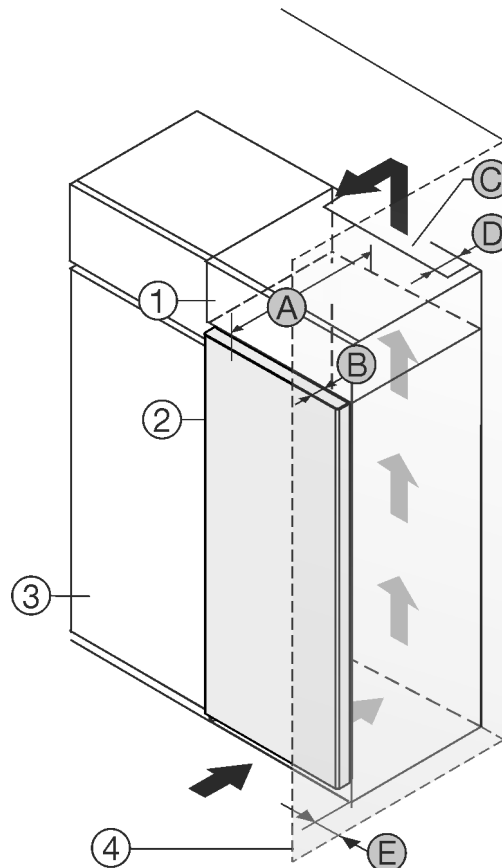

Fig. 1
- (1) Aufsatzschrank\*
- (2) Gerät\*
- (3) Küchenschrank\*
- (4) Wand\*
- (A) Gerätetiefe\*
- (B) Türtiefe\*
- (C) Belüftungsquerschnitt\*
- (D) Abstand Geräterückseite\*
- (E) Abstand zur Geräteseite\*
Sie können das Gerät direkt neben dem Küchenschrank Fig. 1 (3) aufstellen.\*
An der Rückseite des Aufsatzschrankes muss ein Abluftschacht mit der Tiefe Fig. 1 (D) über die gesamte Aufsatzschrankbreite vorhanden sein.\*
Unter der Raumdecke muss der Entlüftungsquerschnitt Fig. 1 (C) eingehalten werden.\*
Wenn Sie das Gerät mit den Scharnieren neben einer Wand Fig. 1 (4) aufstellen, dann muss der Abstand zwischen Gerät und Wand mindestens 13 mm betragen.\*
Wenn Sie das Gerät mit den Scharnieren neben einer Wand Fig. 1 (4) aufstellen, dann muss der Abstand zwischen Gerät und Wand mindestens 20 mm betragen.\*
Damit Sie die Tür vollständig öffnen können, muss das Gerät um die Türtiefe *Fig. 1 (B)* gegenüber der Küchenschrankfront vorstehen. Abhängig von der Tiefe der Küchenschränke *Fig. 1 (3)* und Verwendung von Wandabstandshaltern kann das Gerät weiter herausragen.\*